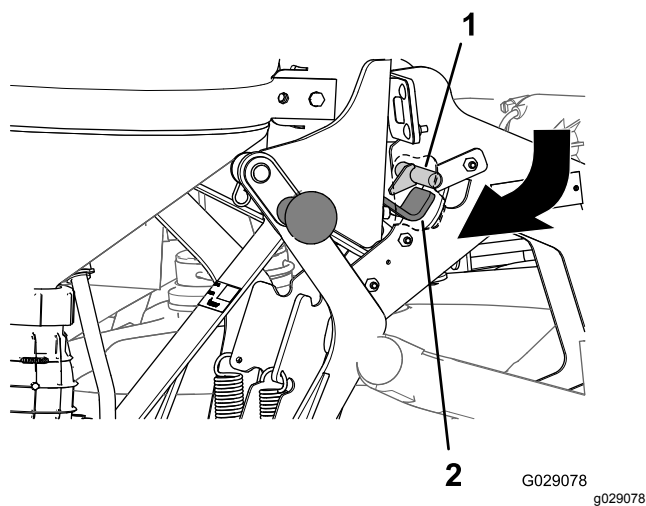

Figura 38
3. Tirate la stegola del nebulizzatore verso l'esterno e verso il basso fino a quando il gancio del fermo sul lato interno della contropiastra non è libero dall'asta di fermo del gruppo telaio di supporto principale (Figura 38).
3. Spingete verso l'interno le stegole sulla parte superiore della base fino a quando la parte del gancio del fermo non è allineata dietro l'asta di fermo del telaio di supporto principale (Figura 38).